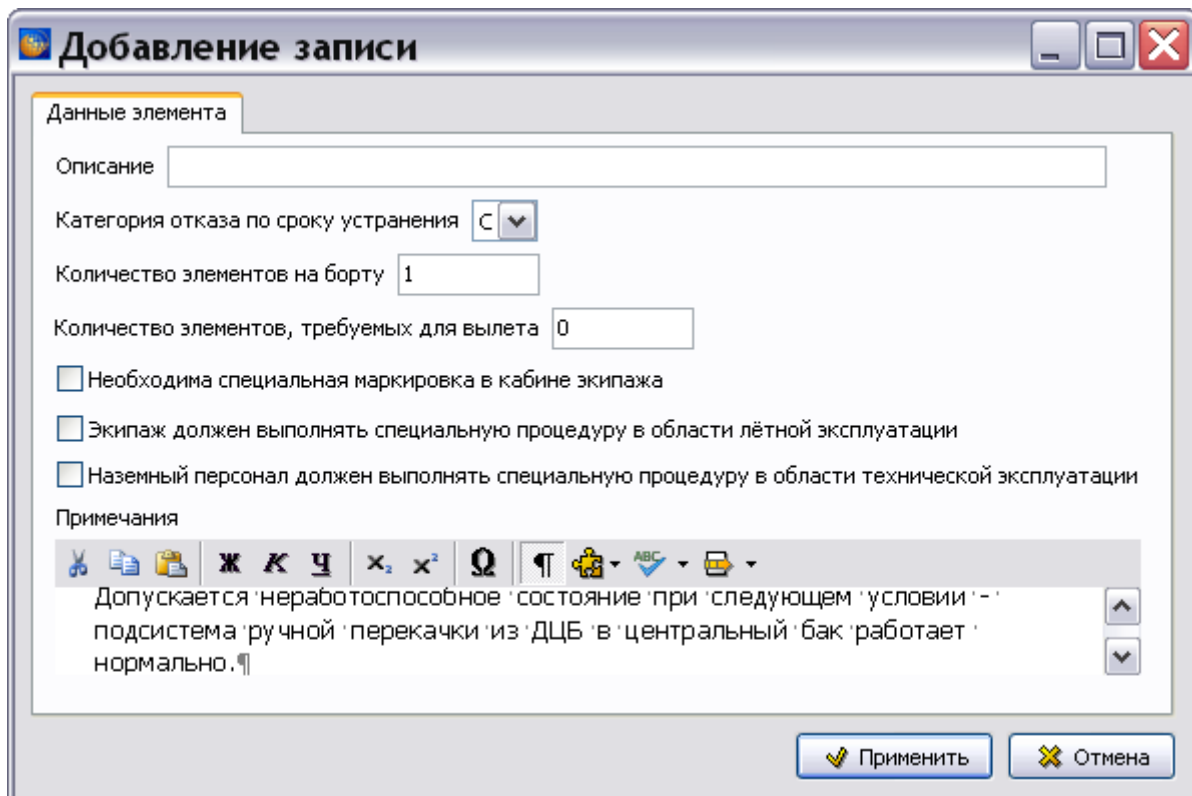

Рис. 12.14
3. В окне **Добавление записи** введите данные. Пример показан на Рис. 12.14.